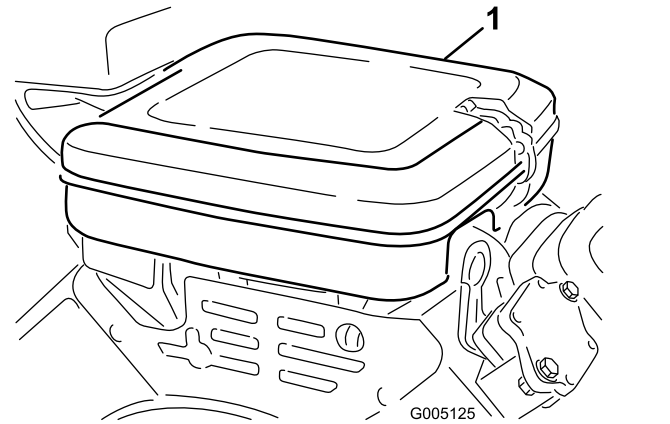

Bild 44
1. Lösen Sie die Verschlussclips und entfernen die Luftfilterabdeckung (**Bild 44**). Reinigen Sie die Abdeckung gründlich.